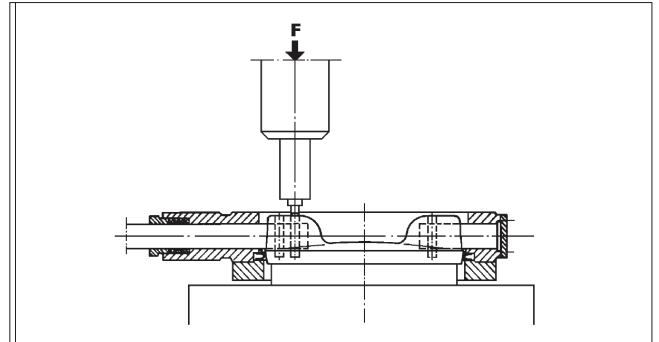

Fig. 18 Compression des goupilles
- Durant le montage des goupilles, le disque doit être suffisamment soutenu à l'horizontale. Enfoncez les goupilles neuves dans leurs trous, puis utilisez un outil presseur pour les presser dans leur forme finale (cf. Figure 18). Utilisez un outil presseur au diamètre légèrement supérieur à celui des goupilles. Reportez-vous au Tableau 7 pour obtenir les forces de compression.